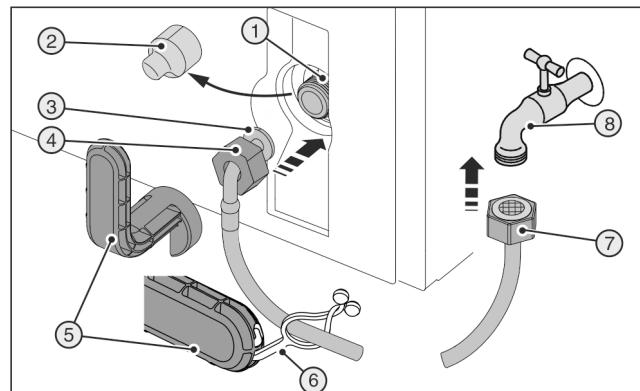
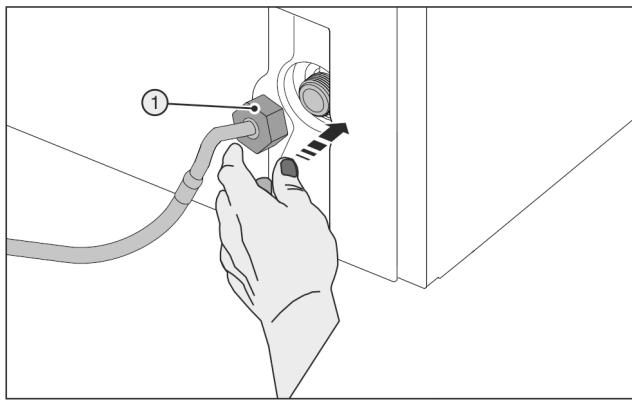

Fig. 45
Fig. 46
Zerbrochenes Hilfswerkzeug Fig. 45 (5) !
- Hilfswerkzeug Fig. 45 (5) ausschließlich bei Raumtemperatur verwenden.
- Abdeckung Fig. 45 (2) abziehen.
- Erleichterte Montage: Gerades Schlauchende Fig. 45 (7) nach links auf den Boden auslegen.
- Mutter Fig. 45 (4) über abgewinkeltes Schlauchende Fig. 45 (3) bis zum Ende schieben und festhalten.
- ▶ Mutter Fig. 46 (1) vorsichtig ansetzen und mit zwei Fingern gerade auf Gewinde schrauben, bis ein sicherer Sitz erreicht ist.
- ▶ Mutter Fig. 46 (1) mit Hilfswerkzeug Fig. 45 (5) im Uhrzeigersinn festziehen bis maximales Drehmoment erreicht ist und Hilfswerkzeug Fig. 45 (5) überdreht.
- ▶ Mutter Fig. 45 (7) auf Absperrhahn Fig. 45 (8) schrauben.
- ▶ Mutter Fig. 45 (7) mit Hilfswerkzeug Fig. 45 (5) im Uhrzeigersinn festziehen bis maximales Drehmoment erreicht ist und Hilfswerkzeug Fig. 45 (5) überdreht.
- ▶ Absperrhahn Fig. 45 (8) der Wasserzuführung öffnen und gesamtes Wassersystem auf Dichtigkeit prüfen.
- ▶ Lasche Fig. 45 (6) in Hilfswerkzeug Fig. 45 (5) einhaken und zur Aufbewahrung am Edelstahlschlauch befestigen.